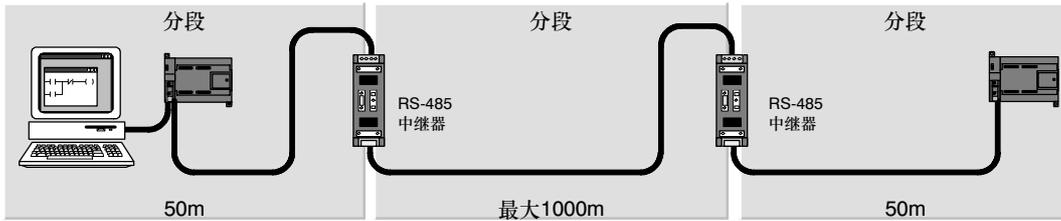

图7-21 带中继器的网络举例
- ❑ **如何增大网络长度:** 在网络中添加一个中继器, 允许将网络延长50米。如图7-21所示, 如果在已连接的两个中继器之间没有其它节点, 那么网络的长度将能达到波特率允许的最大值。在一个串联网络中, 您最多可以使用9个中继器, 但是网络的总长度不能超过9600米。